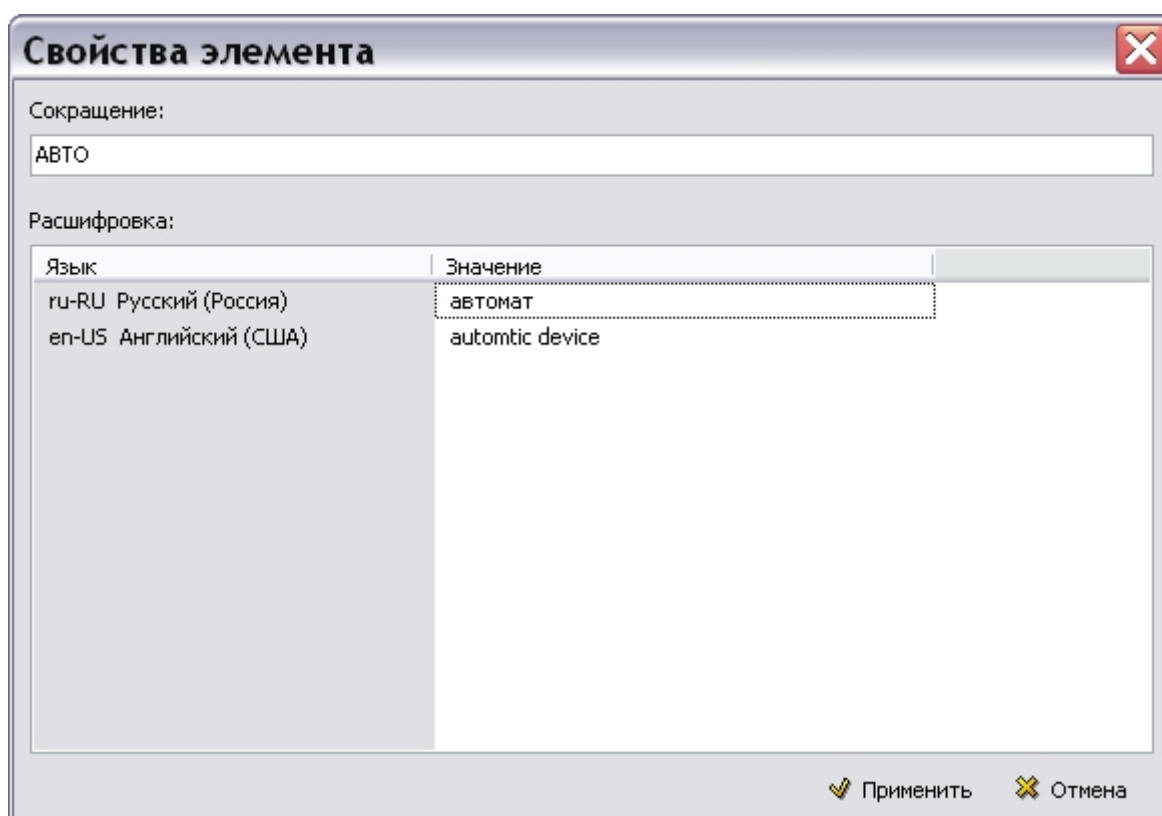

Рис. 7.7
2. На панели инструментов правого окна нажмите на кнопку **Добавить сокращение** . В окно **Свойства элемента** введите сокращение «АВТО» и его расшифровку на языках шаблона проекта (Рис. 7.7).